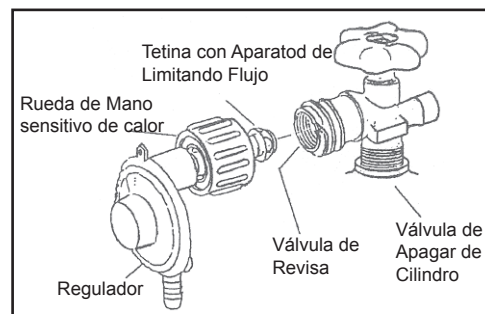

Fig. 3
3. Centre tetina en la válvula del cilindro y ponga en el lugar. Utilizando la otra mano, gira la rueda de mano a la derecha hasta que hay una parada positiva. No utilice instrumentos. La mano aprieta sólo. Al hacer la conexión, tiene el regulador en una línea recta con la válvula del cilindro, por no cruzar el hilo la conexión. (Fig. 3)